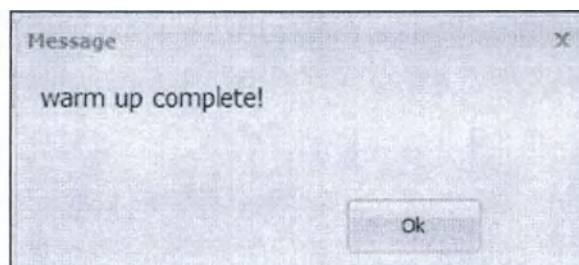

Рисунок 34 Окно завершения разогрева рентгеновской трубки
- Когда строка состояния дойдет до конца, разогрев трубки завершится, и появится сообщение «Разогрев завершен» (“Warm Up Complete”) (см. рис. 34).